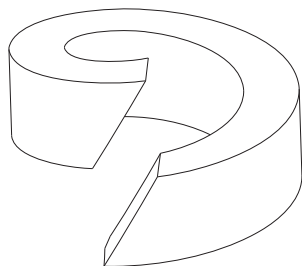

Bild 4: Packungsring
- Beim Zuschneiden der Stopfbuchsabdichtung von der Schnur auf einen schrägen Schnittverlauf achten (siehe Bild 4).